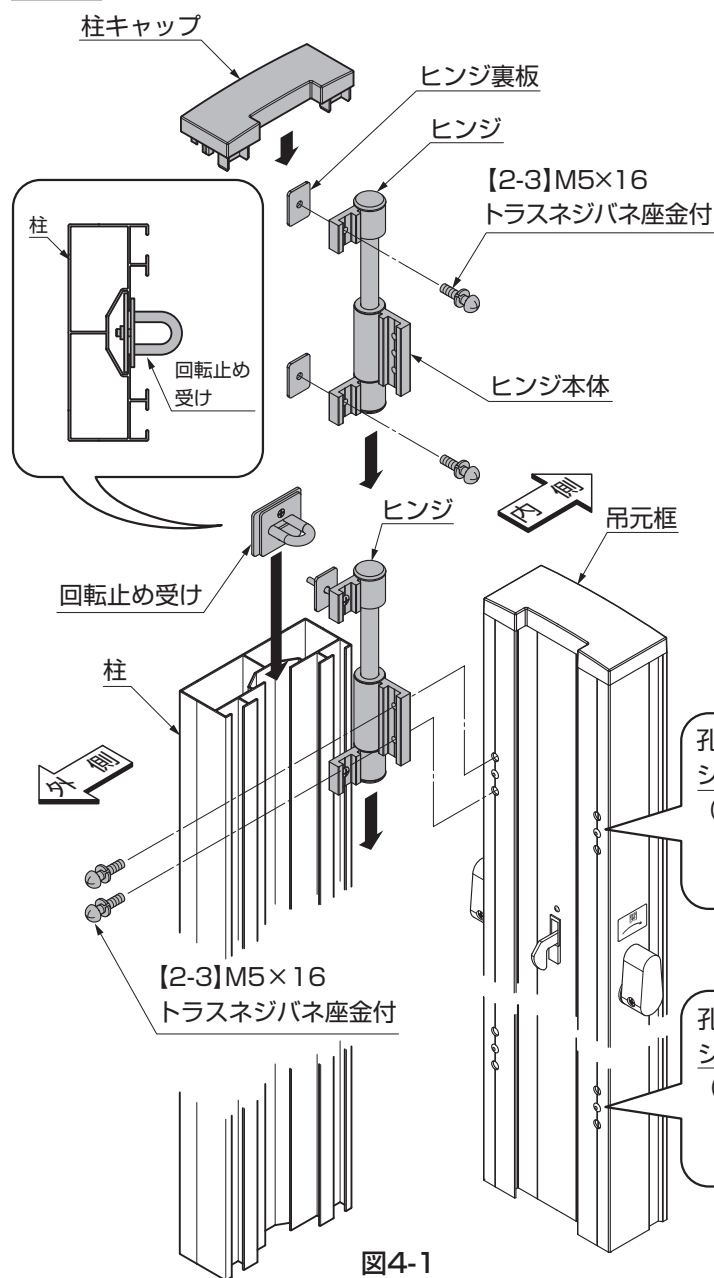

図4-1
①柱の内側のスリット部分にヒンジを2個挿入後、ヒンジを吊元框に固定してください。(図4-1参照)
②柱の上端と框の上端を合わせて柱に【2-3】で固定してください。(図4-1参照)
③回転止め受けのネジをゆるめ、柱のスリット部分に上部から差込んで取付けてください。(図4-1参照)
⑤柱キャップを組込んでください。(図4-1参照)
⑥ヒンジを取付けない取付け孔は孔隠しシールでふさいでください。(図4-1参照)